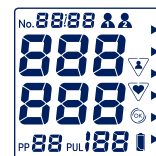

Figura 1
- Accendere il dispositivo premendo il tasto Start/Stop. Sul display compare quanto segue (Figura 1):